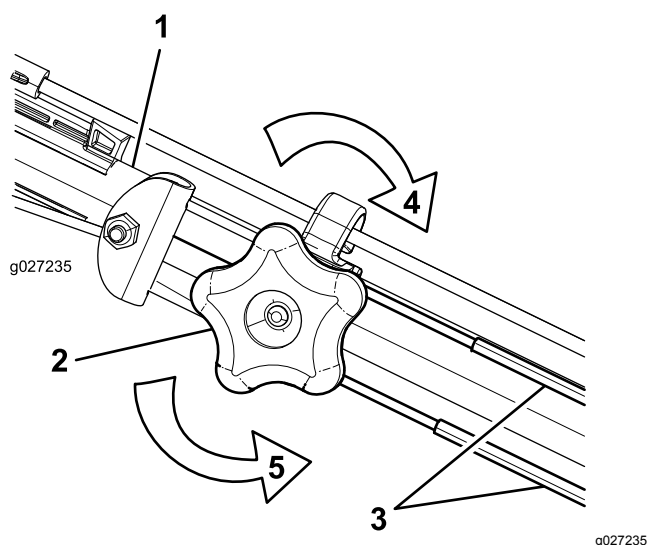

Figure 31
1. Tournez le bouton de réglage dans le sens antihoraire pour desserrer le réglage du câble (Figure 31).
2. Ajustez la tension des câbles (Figure 31) en les tirant en arrière ou en les poussant en avant puis en les maintenant à cette position.